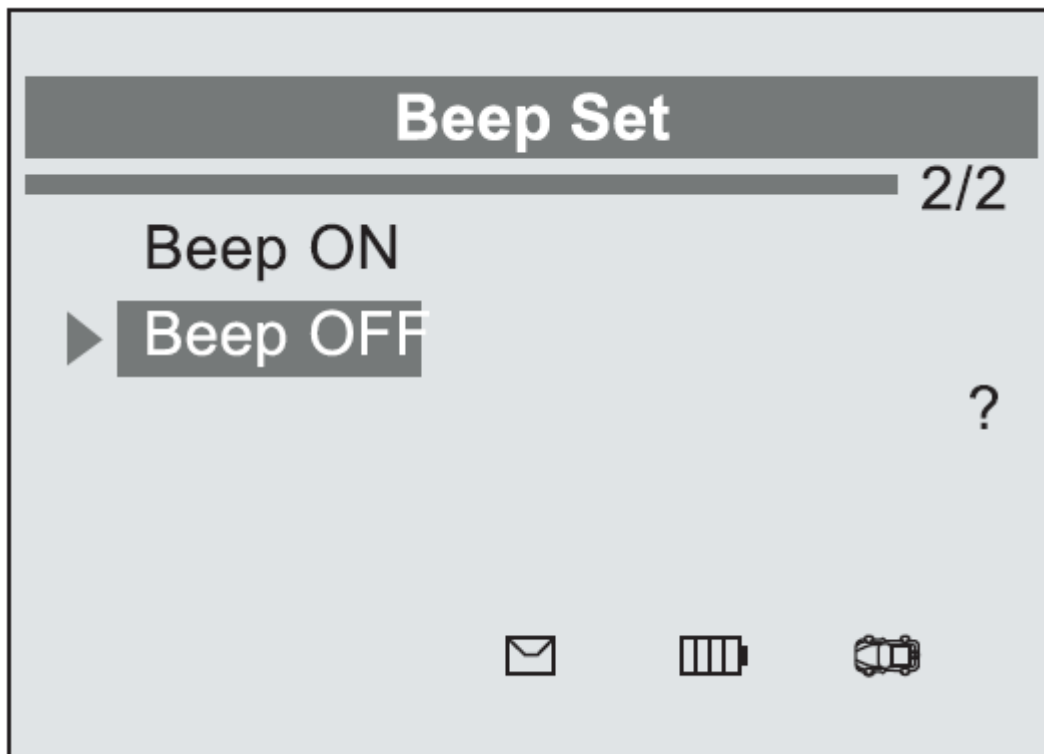

图 3.11
- 2) 从提示音设置菜单中，使用向上/向下滚动按钮选择 **BEEP ON** 或 **OFF** 蜂鸣打开/关闭提示音。（图 3.11）